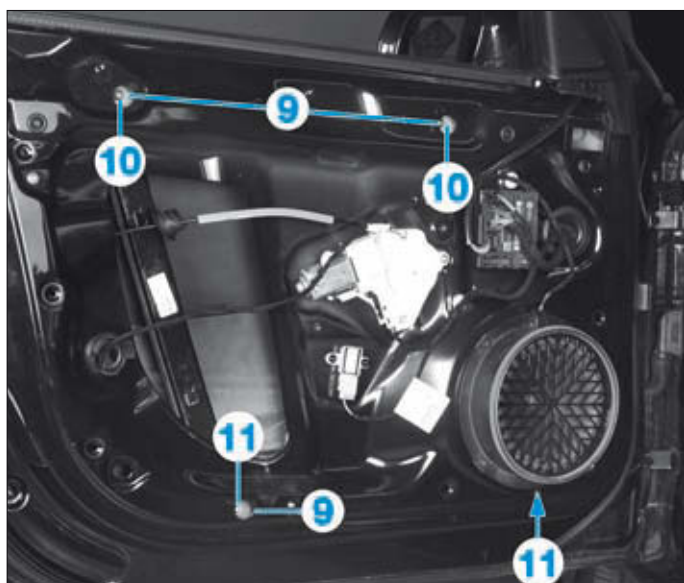

FIG. 62
- Retirer les obturateurs en (9) (Fig.62).
- Desserrer les écrous supérieurs (10).
- Dévisser les vis inférieures (11) du mécanisme de lève-vitre.